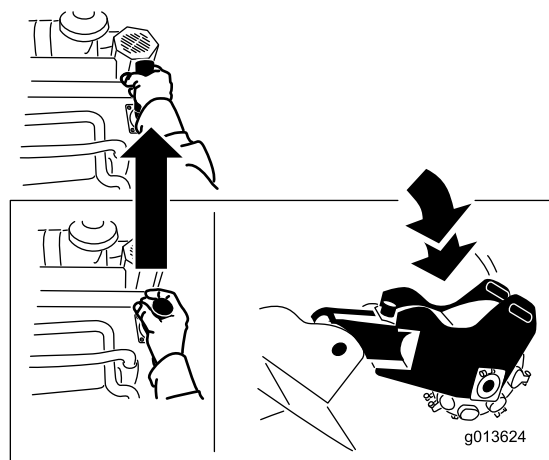

Figura 13
- Per abbassare il fresa ceppi, spingete in avanti la leva (Figura 13).